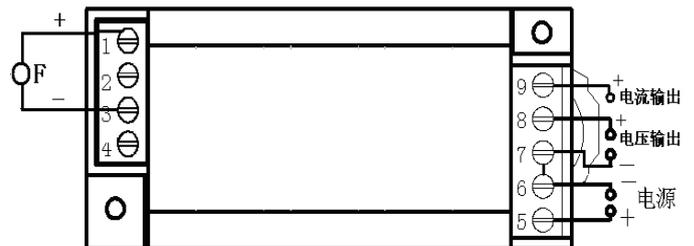
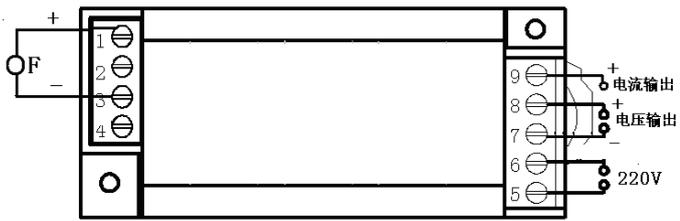
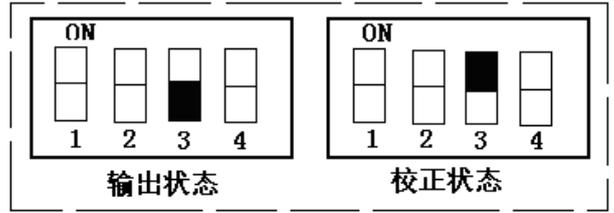

图4 接线示意图
图 5 接线示意图
图 8 功能状态设置
7.2 第 3 位开关为自动设定量程使用，如图 8；量程修改支持 5KHz-100KHz 与 100KHz-400KHz 两个范围段内自由设定，如订货变送器为 50KHz 变送器用户如需修改量程，此变送器只能在 5KHz-100KHz 范围内可由用户自由设定，如订货为 200KHz 只能在 100KHz-400KHz 内设定：
- ① 客户必须提供一个标准的额定频率信号；
- ② 按图 4 (图 5) 接线方法接好电源和信号源，按图 8 将开关设定为校正状态，接通电源，输入额定频率信号，产品内部的红色 LED 常亮，按一下 SW2 按键（靠近拨码开关边上的按键），红灯闪烁 5 次后常亮，校正完成；
- ③ 按图 8 将开关设定为输出状态，（切换额定 20KHz 以下量程时会有几秒的延时）在有频率输入下红灯闪烁，即可正常使用。